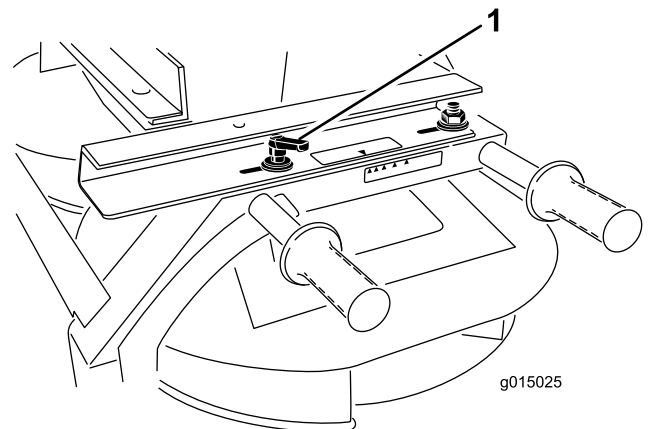

Figura 32
1. Desapertar a pega em cada lado do rotor duplo (Figura 32).